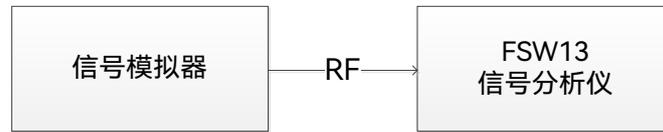

图 7.1 频率范围测试
1) 按图7.1连接测试设备，信号分析仪为系统提供参考频率，甚高频全向信标频率输出接到信号分析仪的信号输入。
1) 按图7.1连接测试设备，信号分析仪为系统提供参考频率，甚高频全向信标输出接到信号分析仪的信号输入。
1) 按图7.1连接测试设备，信号分析仪为系统提供参考频率，甚高频全向信标信号输出接到信号分析仪的信号输入。